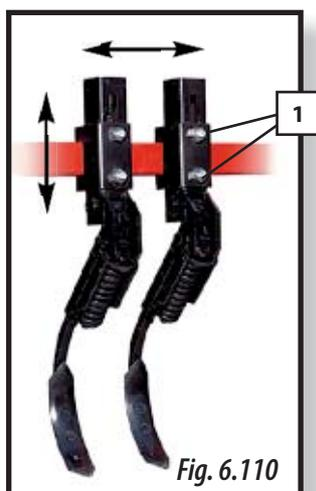

Fig. 6.110
- 1-** Desserrez les écrous de fixation (1, Fig. 6.110).
- 3-** Fixez la position à l'aide des écrous (1, Fig. 6.110).
AJUSTEZ HORIZONTALEMENT LES EFFACE-TRACES POUR LES ALIGNER SUR LES ROUES DU TRACTEUR, ET VERTICALEMENT POUR QU'ILS S'ENFONCENT SUFFISAMMENT POUR EFFACER LES TRACES DU TRACTEUR (Fig. 6.110).